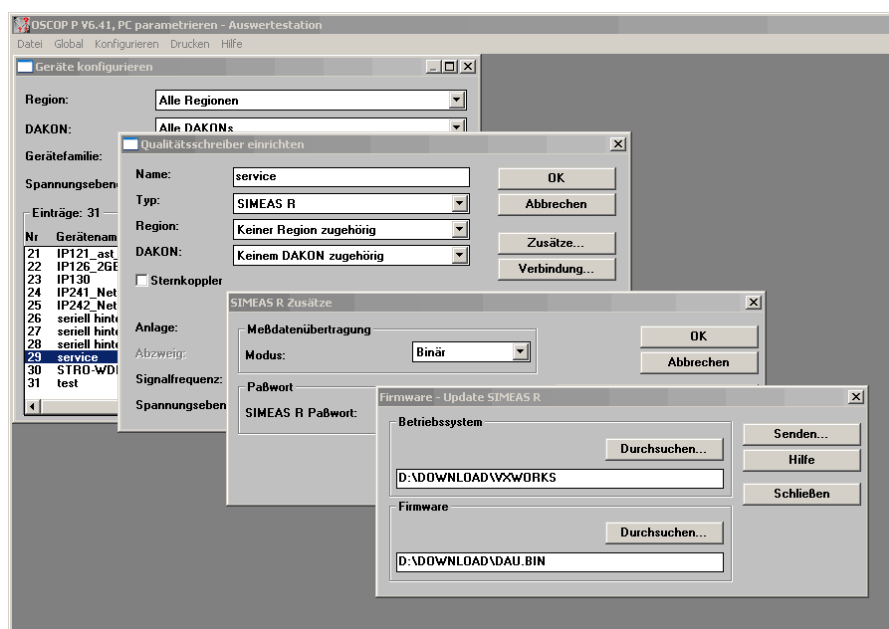

Abbildung 2: Firmware-Upgrade über OSCOP P bis Version 6.41.4
- Wählen Sie unter dem Menüpunkt **Konfigurieren** den Unterpunkt **Geräte**. Es erscheint ein Dialogfenster mit der Bezeichnung **Geräte konfigurieren** (vgl. Abbildung 2).
- Gehen Sie in den Fensterbereich **Betriebssystem** und wählen Sie durch Betätigen des Funktionsknopfes **Durchsuchen...** die neue Datei VXWORKS aus. (in Abbildung 2 D:\DOWNLOAD \VXWORKS)
- Gehen Sie in den Fensterbereich **Firmware** und wählen Sie durch Betätigen des Funktionsknopfes **Durchsuchen...** die neue Datei DAU.BIN aus. (in Abbildung 2 D:\DOWNLOAD\DAU.BIN)